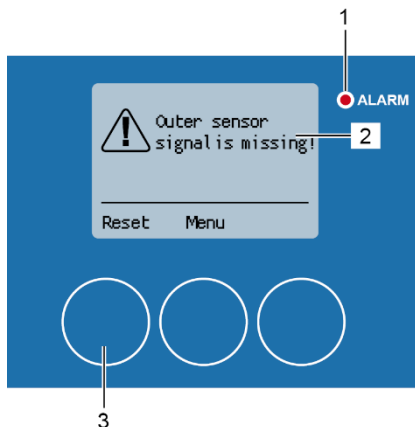

Abbildung 195: Alarm des äußeren Sensorsignals
Die Alarmmeldung „Signal des inneren Sensors fehlt!“ (Abbildung 195/2) wird während des Reinigungsvorgangs angezeigt, wenn es ein Problem mit dem Annäherungssensor am Rotorrand gibt. Die rote Alarm-LED (Abbildung 195/1) leuchtet auf.
2. Setzen Sie die Alarmmeldung mit [Zurücksetzen] (Abbildung 195/3) zurück.
Falls die Alarmmeldung zurückgesetzt wird, ohne den Fehler zu beheben, erscheint die Alarmmeldung erneut. Das Menü „1 Hauptmenü“ kann über [Menü] (Abbildung 195/4) aufgerufen werden, um z.B. den Signalzustand der Annäherungssensoren auf dem Rotorrand zu überprüfen  Kapitel 6.5 Statusanzeigen auf Seite 89.